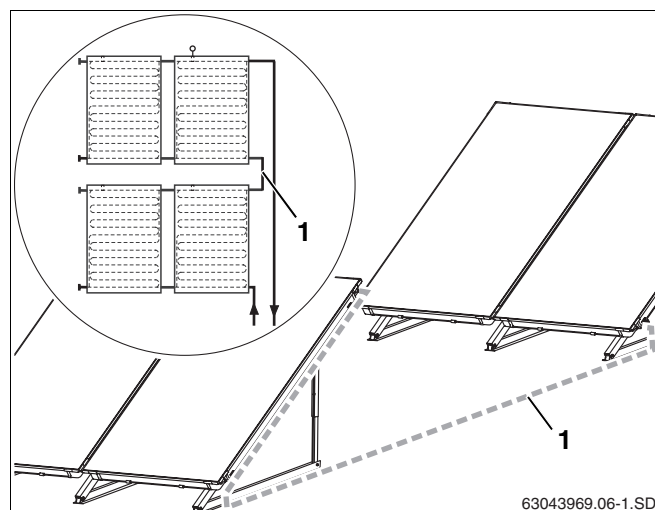

Fig. 61 Due collettori disposti l'uno dietro l'altro
Per il collegamento di due serie di collettori (fig. 61, **pos. 1**) è necessario un secondo kit di allacciamento.